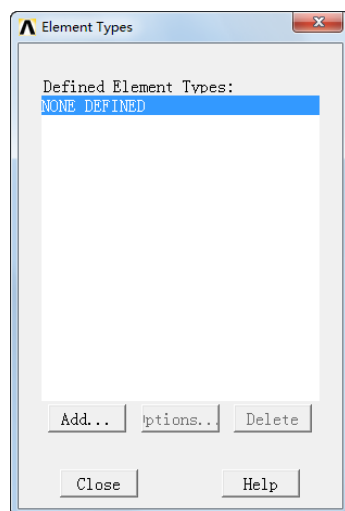
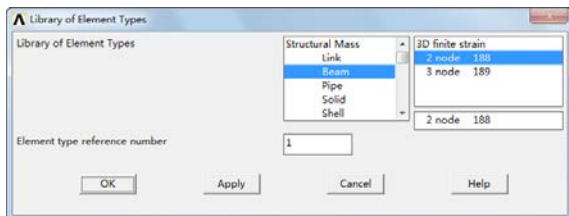
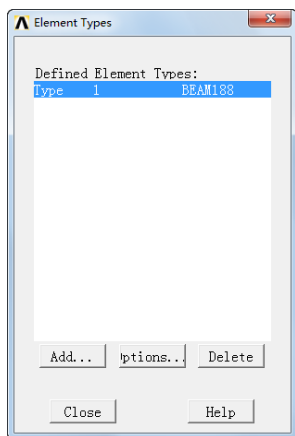

图 16-7 “Element Types”对话框
图 16-8 “Library of Element Types”对话框
图 16-9 “Element Types for real Con stants”对话框
⑥选择单元类型：Main Menu > Preprocessor > Element Type > Add/Edit/Delete，弹出如图 16-7 所示的“Element Type”对话框，单击“Add”按钮，又弹出如图 16-8 所示的“Library of Element Types”对话框，在选择框中选择选项，单击“OK”按钮，然后单击“Close”按钮关闭图 16-9 的“Element Types”对话框。